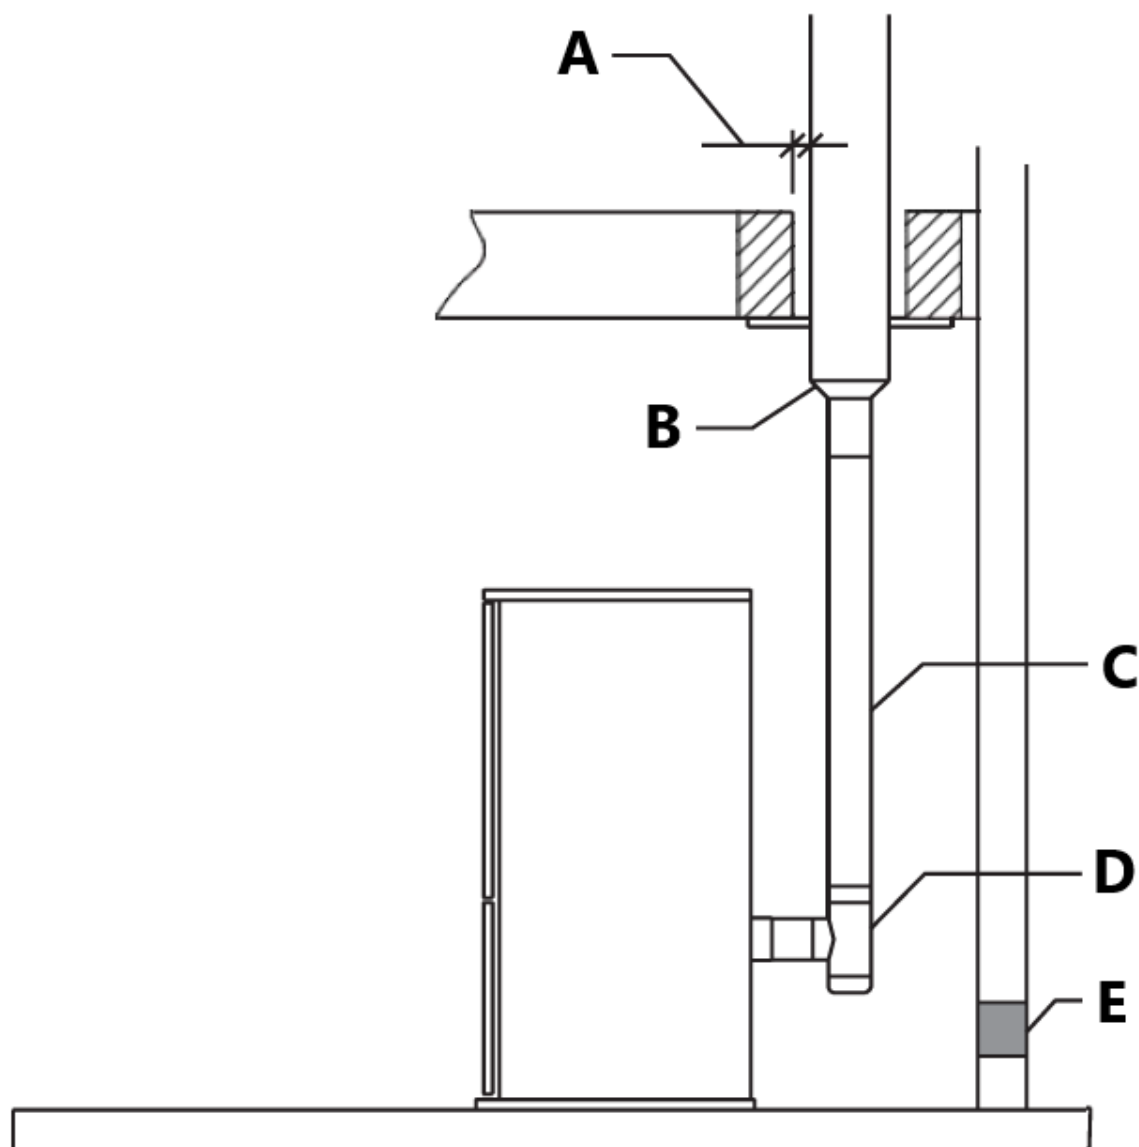

Abb. 14
- Bei der Entlüftung in einen Stahlschornstein der Klasse A (Abb. 14) ist ein geeigneter PL-Vent-Adapter zu verwenden.